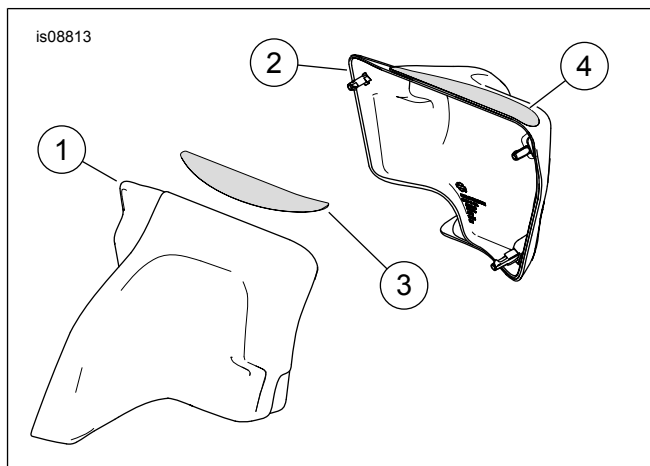

Figure 1. Pièces de rechange : Kit de couvercles latéraux Touring
Voir Figure 1 et Tableau 1.
- Voir Figure 1. Identifier chaque pièce de protection et son emplacement de montage avant de continuer. Les pièces de protection correspondent chacune à un côté.
1. Voir Figure 1. Laver soigneusement les surfaces de montage. Laisser sécher complètement.